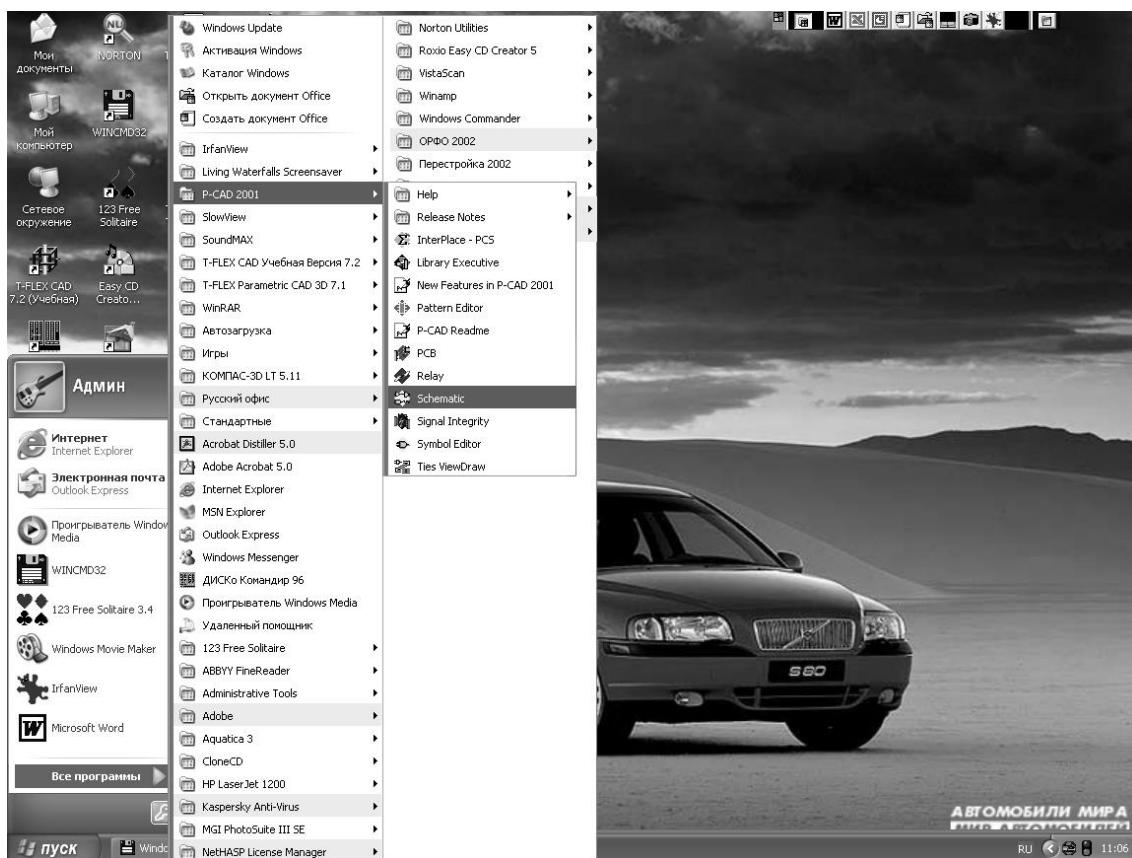

Рис. 3.1. Путь для запуска программы *Schematic*
Для создания схем электрических принципиальных в **P-CAD 2001** следует использовать программу **Schematic**. Чтобы ее активизировать, следует дать команду **Пуск | Программы | P-CAD 2001| Schematic** (рис. 3.1). При этом перечень доступных для Windows объектов (программ), указанных в первой и второй колонках, скорее всего, не будут совпадать с программным обеспечением, установленным на Вашем компьютере.
3. Произвести запуск программы **Schematic** (рис. 3.1).